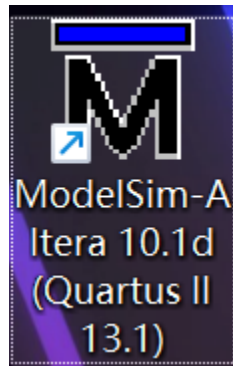

图 16 ModelSim-Altera 10.1d (Quartus II 13.1)软件
- ① 编辑完成之后，没有语法问题就需要用 ModelSim-Altera 10.1d (Quartus II 13.1) 软件进行仿真验证。如图 16 所示。